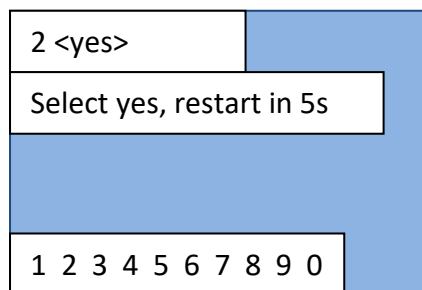

Figura 28 - Schermata restart
- 2) Selezionare '1. Restart' per riavviare il dispositivo in maniera manuale. Confermare nella schermata Figura 28 in per effettuare il riavvio.